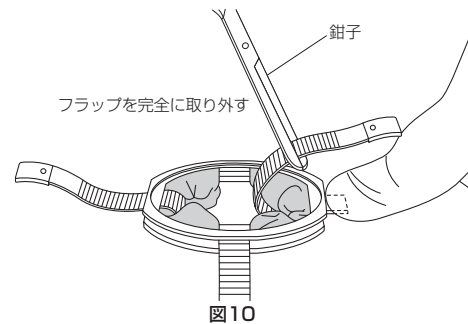

図10
- フラップは体表リングから完全に外れるまで引き戻す。(図10)